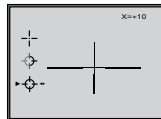

Fig.3
- Cerca del pictograma aparecen flechas horizontales, en la esquina superior derecha – la posición de la retícula según la coordenada X, en el centro de la retícula – la cruz auxiliar (C)(ver fig.3). La cruz auxiliar se puede ver solamente cuando la retícula se desplaza relativo al centro.